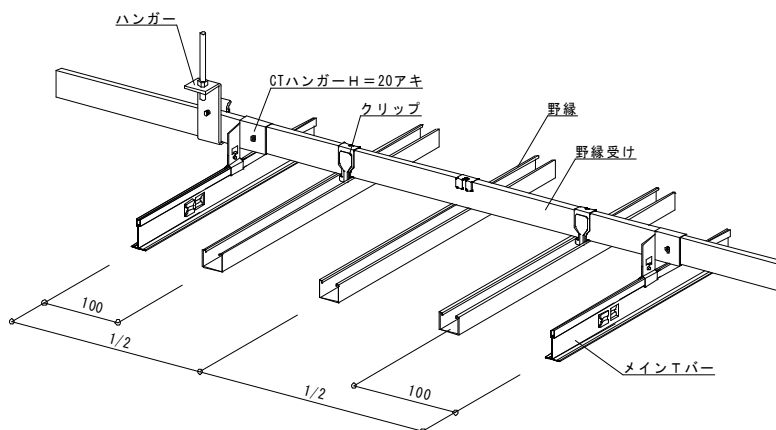

図2-7-12 グラスウール浮上り防止用野縁の取付け
⑥外周用Tバーのレベル、通りを確認し、振れ止めを設置して、外周用Tバーが動かないように固定する。
- ⑦メインTバーと共に、野縁をガラスウールの浮上り防止用として野縁受けに取付ける。浮き上がり防止用の野縁の取付けピッチは、メインTバーから 100mm の位置及びメインTバー間の中間とし、クリップを手曲げて取付ける。(図 2-7-12 参照)